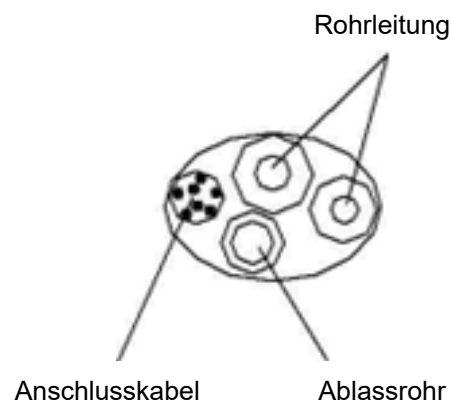

Abb. 6
1. Hinteren, rechten Schlauch anschließen (gleich dem unteren rechten Schlauch) (optional, siehe Abb. 6)